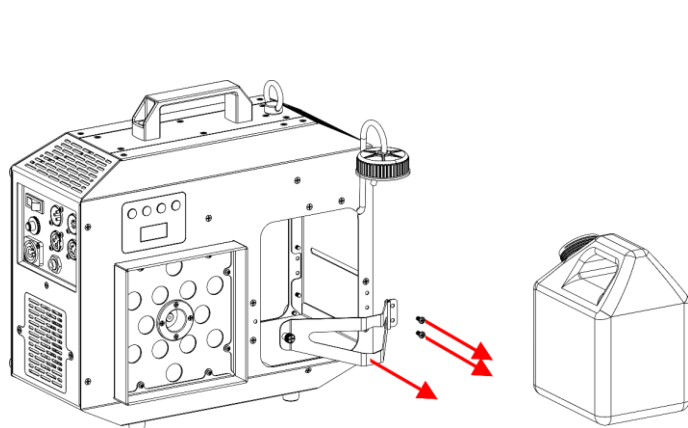

Abb. 12
- 07) Entfernen Sie die 2 Schrauben und die **Halierung für den Flüssigkeitstank (03)**, wie in Abb. 12 gezeigt.